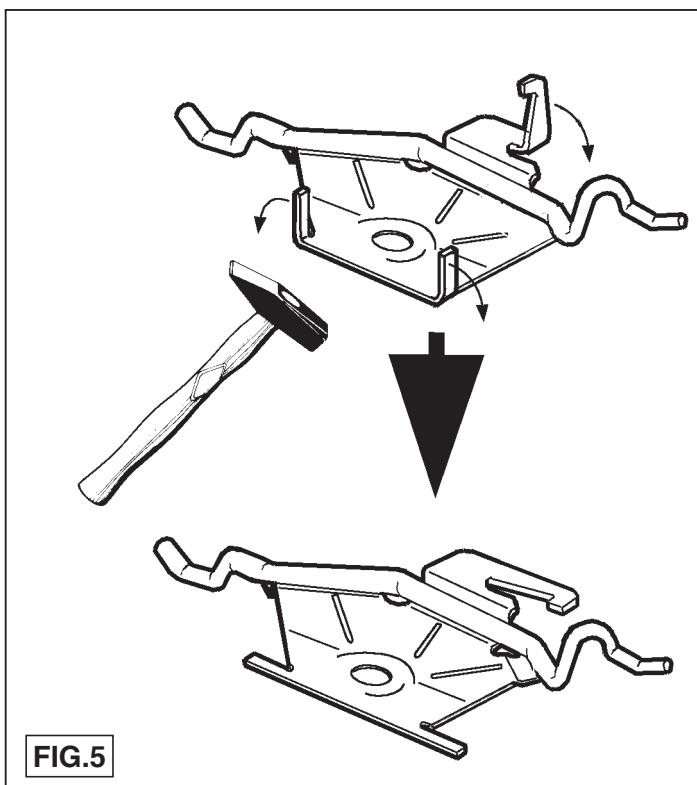

FIG.5
* **Voor alle typen vanaf 1999 geldt:** Buig de opstaande lippen van de uitlaatbevestiging overeenkomstig fig.5 recht.
- * **For all post-1999 models:** Bend the protruding exhaust fitting lips straight, as shown in Figure 5.
* **Für alle Typen ab 1999 gilt:** Die aufgerichteten Lippen der Auspuffhalterung gemäß Abb. 5 gerade biegen.
- **Typy od 1999** : wyprostowaną krawędź ściętą pierścienia samouszczelniającego wygiąć wg. rys. 5.
* **Pour tous les types à partir de 1999** : Redresser les languettes verticales de la fixation d'échappement conformément à la fig. 5